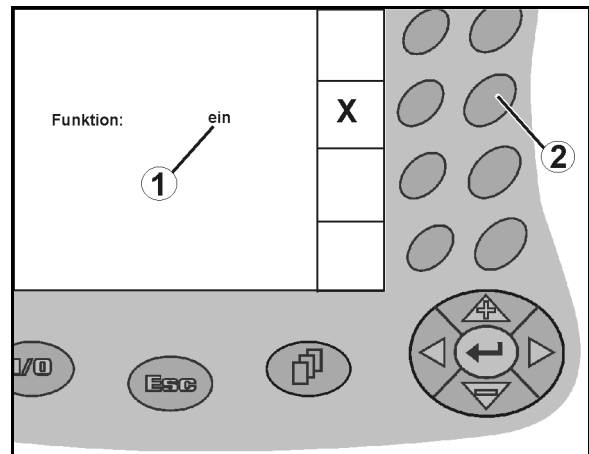

Fig. 14
- Funktionstast (Fig. 14/2) aktiveres én gang
→ Funktion **til** (Fig. 14/1).